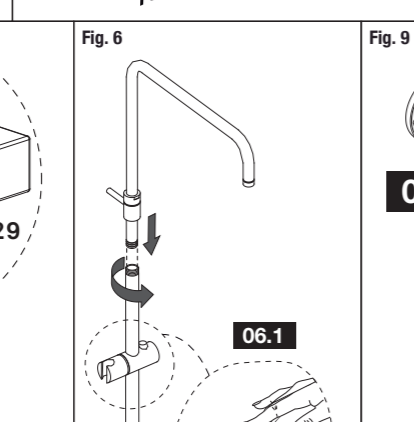

Fig. 6
- Introducir el soporte de mango de ducha en el tubo inferior de la columna, para ello es necesario pulsar el botón (Fig. 6.1). Después introducir el tubo superior dentro del inferior para finalmente rosarlos (Fig. 6).
- Put the hand shower support into the lower shower column pipe, it is necessary to push the button (Fig. 6.1). Then join both column pipes, first put the upper pipe into the lower pipe and then thread them (Fig. 6).
- Introduire le support de la douchette dans le tuyau inférieur de la colonne de douche, pour cela il est nécessaire d'appuyer sur le bouton (Fig. 6.1). Après introduire et vissez le tuyau supérieur dans l'inférieur (Fig. 6).